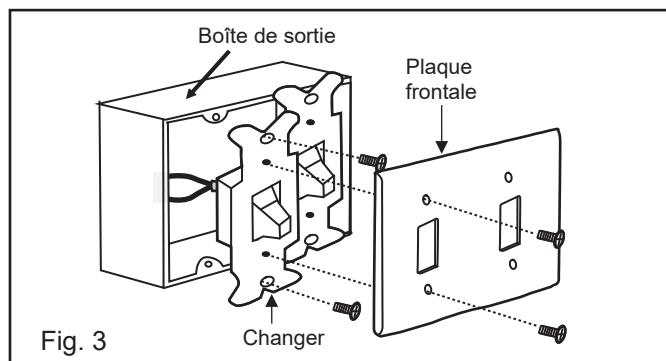

Fig. 3
1. Retirez la plaque murale existante et l'ancien interrupteur de la boîte de prise murale. (Fig. 3)